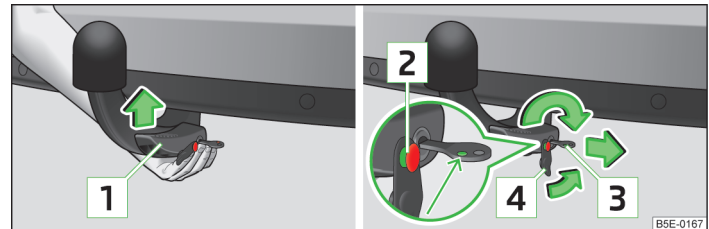

Abb. 155 Kugelstange einsetzen / Schloss verriegeln und Schlosskappe aufsetzen
- › Die Kugelstange **von unten** » Abb. 155 fassen und in den Aufnahmebohrer bis zum hörbaren Einrasten einsetzen » **i**.